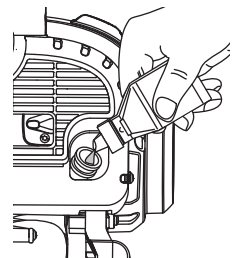

Fig. 20
- Versez l'huile de l'orifice de remplissage dans un récipient en inclinant l'appareil à la verticale (Fig. 20). Allouez assez de temps pour un vidange complète.